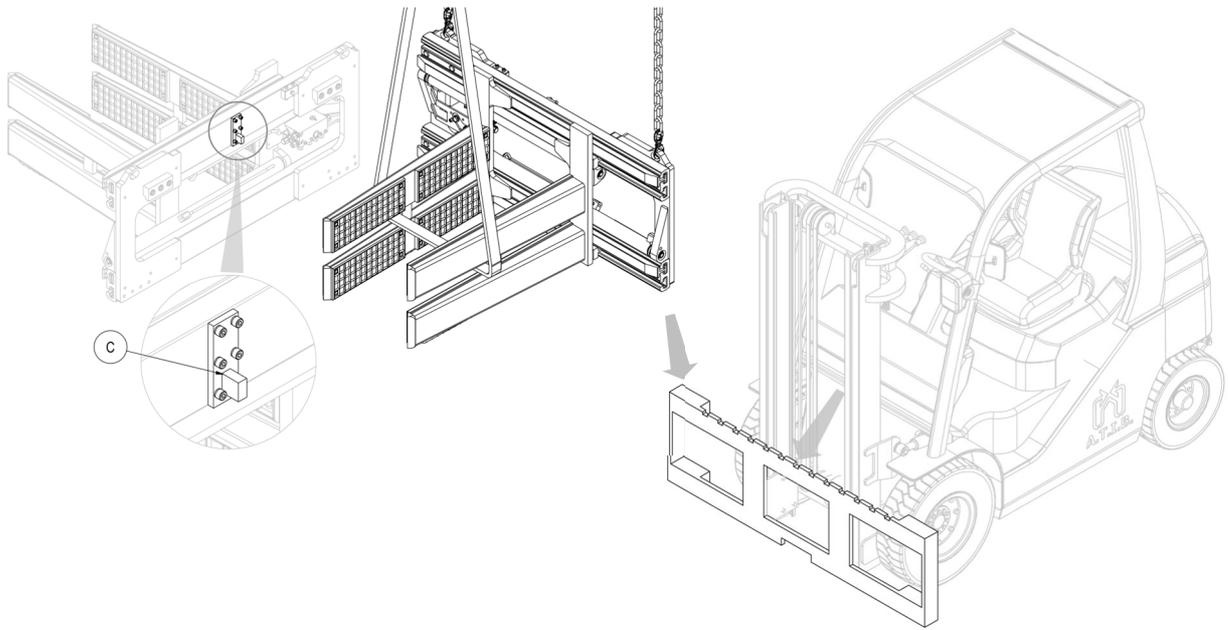

Figure 3
6. Accrocher ensuite l'équipement avec un pont roulant ou un palan d'une portée suffisante et le placer sur le tablier porte-fourches, en prenant soin d'encaster la dent de centrage **C** dans l'encoche centrale de celle-ci (voir *Figure 3*).